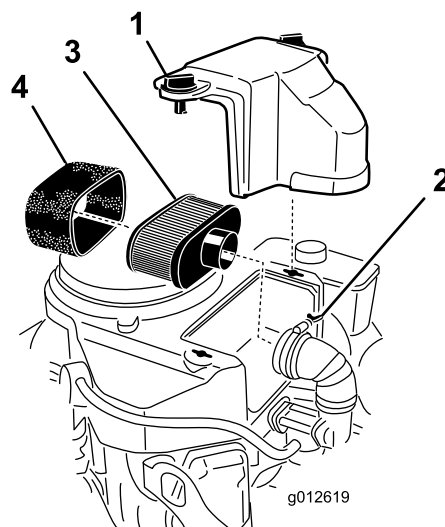

Figura 37
3. Para evitar qualquer dano, limpe à volta do filtro de ar para impedir a entrada de impurezas para o interior do motor (Figura 37).
4. Desaperte os botões da cobertura e retire a cobertura do filtro de ar (Figura 37).
5. Desaperte o dispositivo de fixação de tubagem e retire o conjunto do filtro de ar (Figura 37).
6. Retire cuidadosamente o filtro de esponja, passando pelo filtro de papel (Figura 37).
1. Coloque cuidadosamente o filtro de esponja, passando pelo filtro de papel (Figura 37).
2. Coloque a estrutura do filtro do ar na base do filtro do ar ou tubo e prenda-a (Figura 37).
3. Coloque a cobertura do filtro de ar na sua posição e aperte o botão da cobertura (Figura 37).